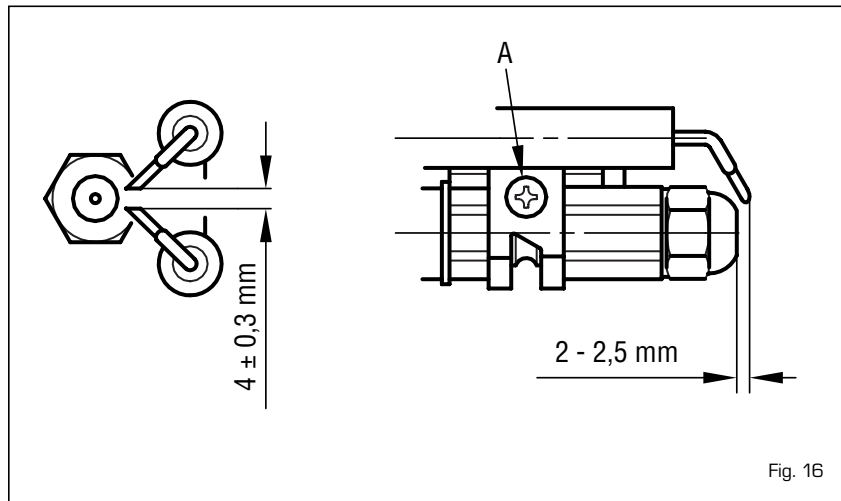

Fig. 16
Para efectuar la limpieza del cabezal de combustión proceder como sigue a continuación (fig. 16):
- Aflojar los tornillos [A fig. 16] del soporte de electrodos y quitelo.